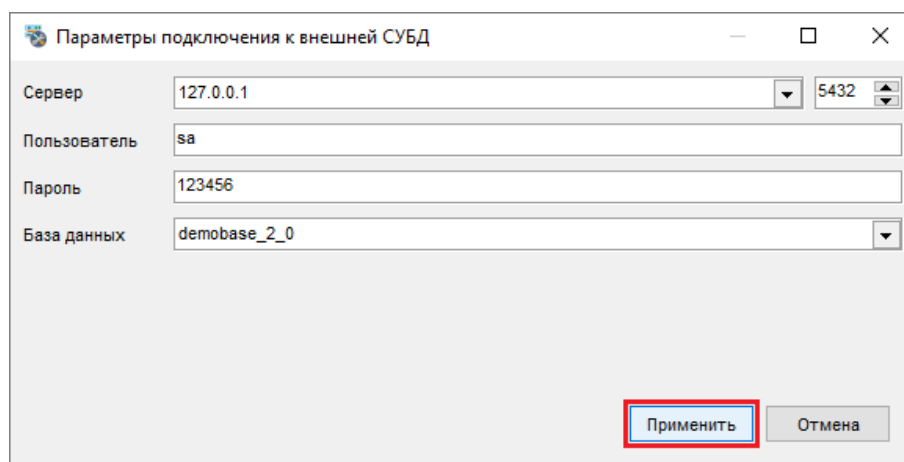

Рисунок 4-88 Применение заданных параметров подключения к внешней СУБД
- 6) при отсутствии ошибок (либо новых ошибок, если таковые отображались ранее) вместо кнопки «Тест соединения» отобразится кнопка «Применить», нажмите ее для применения заданных параметров подключения к внешней СУБД (см. Рисунок 4-88);